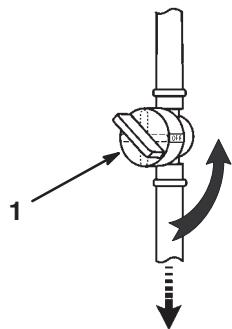

Figure 32
- Fermez le robinet d'arrivée de carburant (Fig. 32).